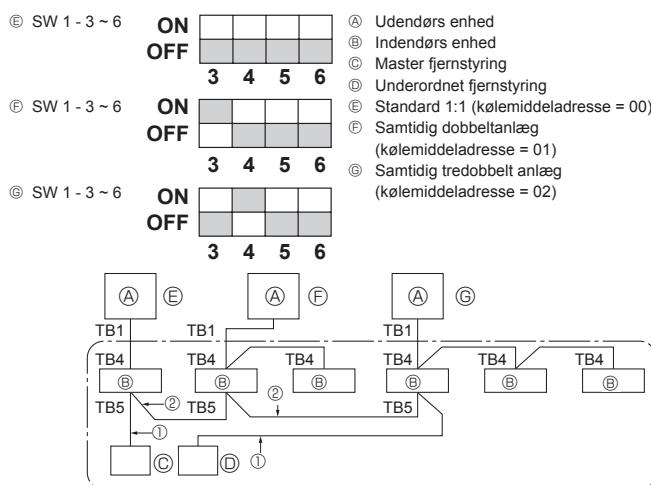

Fig. 9-1
① Tilslut strøm (hovedafbryder).
② Efter at væskestopventilen er lukket, sættes SWP-kontakten på kontrolpanelet på udendørs enheden til ON. Kompressoren (udendørs enhed) og ventilatorerne (indendørs og udendørs enhed) starter og opsamlingen af kølemidlet begynder. LED1 og LED2 på kontrolpanelet på udendørs enheden er tændt.
9. Systemkontrol (Fig. 9-1)